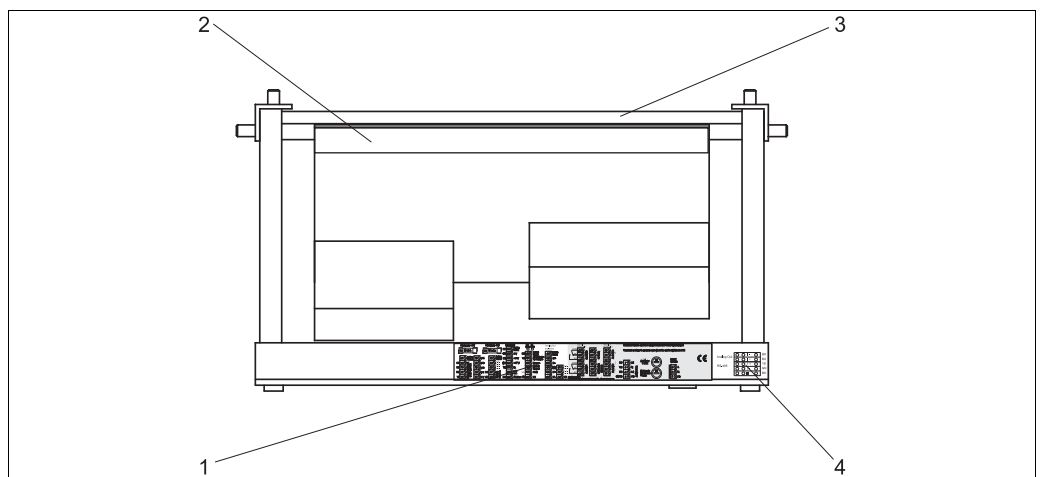

图 2: 分析仪俯视图 (无外壳分析仪和面板前倾时)
▶ 仅允许参照设备内的端子连接标签 (→ 图 2) 进行分析仪接线!